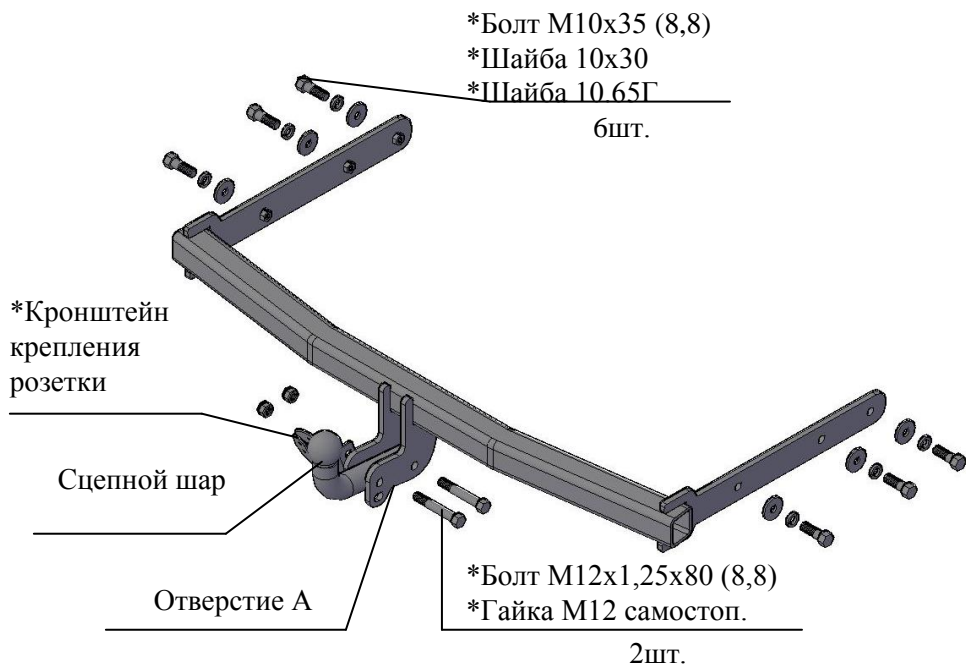

Рис.1 Тягово-цепное устройство ТСУ 9730
2.1 ТСУ 9730 в сборе (рис.1)	1 шт.
2.2 Пакет с комплектующими (см. рис.1) Защитный колпак	1 шт.